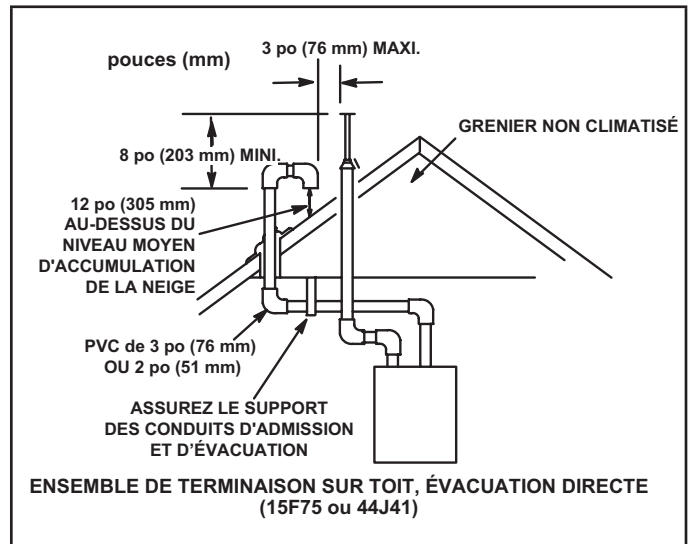

FIGURE 34
Les conduits d'admission et d'évacuation peuvent être acheminés soit horizontalement à travers un mur extérieur, soit verticalement à travers le toit. Pour les installations sous comble ou dans un placard, il est préférable d'utiliser une terminaison verticale à travers le toit. Les FIGURES 34 à 41 illustrent des terminaisons typiques.
- 3 - Avec les terminaisons sur toit, le conduit d'admission doit comporter deux coudes à 90° et se terminer verticalement vers le bas (reportez-vous à la FIGURE 34).